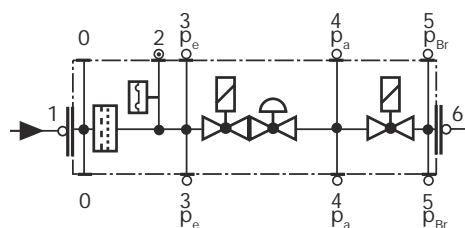

Fig. 23
- Pulire o sostituire il filtro se la differenza di pressione fra i punti 1 e 3 (Fig. 23) è  $\Delta p > 10$  mbar.
- Pulire o sostituire il filtro se la differenza di pressione fra i punti 1 e 3 (Fig. 23) risulta raddoppiata dall'ultimo controllo.